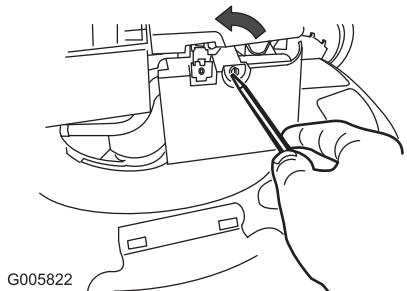

Figure 17
- Ouvrez le couvercle du filtre à air avec un tournevis (Figure 17)